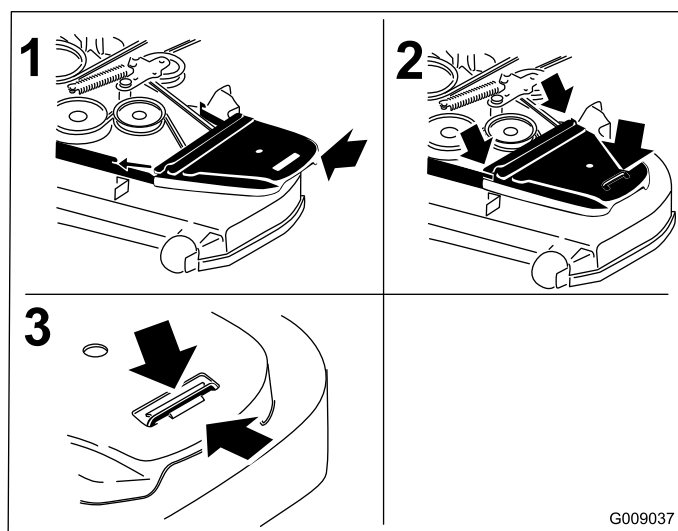

Figura 77
12. Instale las cubiertas de la correa (Figura 77).